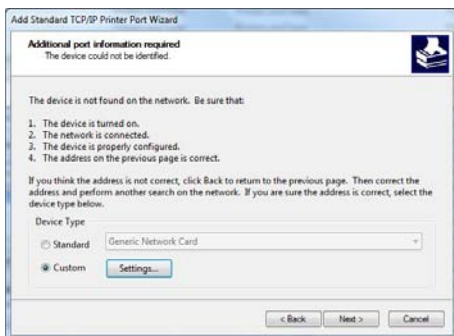

Abbildung 65: Benutzerdefiniert
- Wählen Sie nach der Erkennung "Benutzerdefiniert" aus und klicken Sie auf "Einstellungen..." (siehe Abbildung 65).